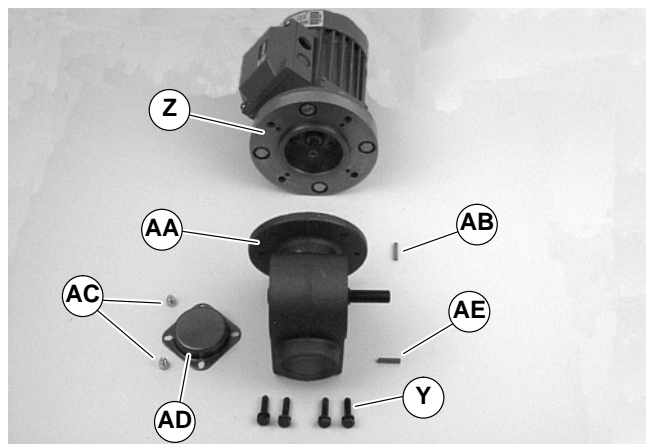

Abbildung 15
5. Vier Schrauben entfernen (Y siehe Abbildung 15). Motor mit Adapterflansch (Z) vom Untersetzungsgetriebe (AA) abheben. Paßfeder der Motorwelle (AB) an Ort und Stelle belassen.
11. Mit der Paßfeder (AB siehe Abbildung 15) in der Nut den Motor samt Adapterflansch (Z) mit dem Untersetzungsgetriebe (AA) zusammenschieben. Die Schrauben einsetzen (Y) und festziehen.